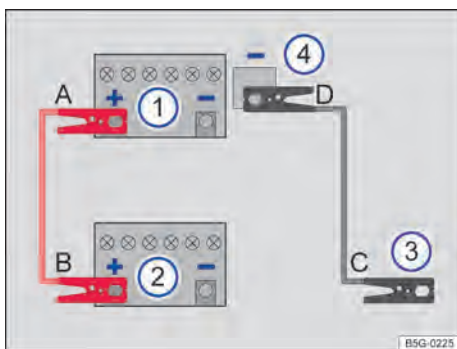
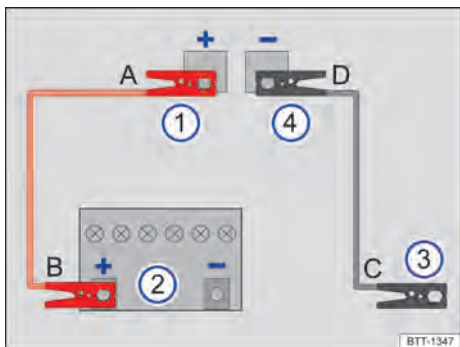

Fig. 247 Esquema para a conexão dos cabos auxiliares de partida (bateria do veículo no compartimento do motor).
Fig. 248 Esquema para a conexão dos cabos auxiliares de partida (bateria do veículo no compartimento de bagagem).
Legenda para Fig. 247 e Fig. 248:
Conectar o cabo auxiliar de partida somente na sequência **A - B - C - D** → Fig. 247.
- Conectar uma extremidade do cabo auxiliar de partida *vermelho* ao polo positivo (+) do veículo com a bateria do veículo descarregada → Fig. 247 ① → ▲.
- Conectar a outra extremidade do cabo auxiliar de partida *vermelho* ao polo positivo (+) da bateria do veículo fornecedora de corrente → Fig. 247 ②.
- Conectar uma extremidade do cabo auxiliar de partida *preto* → Fig. 247 ③, de preferência, num ponto de auxílio à partida (ponto de aterramento), ou então, na argola de reboque dianteira roscada, conectar uma peça metálica maciça firmemente aparafusada com o bloco do motor ou no próprio bloco do motor.
- Conectar a outra extremidade do cabo auxiliar de partida *preto* → Fig. 247 ④ no veículo com a bateria descarregada, de preferência, ao ponto de auxílio à partida (ponto de aterramento) → Página 369 ou então na argola de reboque dianteira aparafusada → Página 372, numa peça metálica maciça firmemente aparafusada com o bloco do motor ou no próprio bloco do motor → ▲.
Conectar o cabo auxiliar de partida somente na sequência **A - B - C - D** → Fig. 248. ▶
- Conectar uma extremidade do cabo auxiliar de partida *vermelho* ao ponto de auxílio à partida (polo positivo) (+) do veículo com a bateria do veículo descarregada → Fig. 248 ① → ⚠.
- Conectar a outra extremidade do cabo auxiliar de partida *vermelho* ao polo positivo (+) da bateria do veículo fornecedora de corrente → Fig. 248 ②.
- Conectar uma extremidade do cabo auxiliar de partida *preto* → Fig. 248 ③, de preferência, num ponto de auxílio à partida (ponto de aterramento), ou então, na argola de reboque dianteira roscada, conectar uma peça metálica maciça firmemente aparafusada com o bloco do motor ou no próprio bloco do motor.
- Conectar a outra extremidade do cabo auxiliar de partida *preto* → Fig. 248 ④ no veículo com a bateria descarregada, de preferência, ao ponto de auxílio à partida (ponto de aterramento) → Página 369 ou então na argola de reboque dianteira aparafusada → Página 372, numa peça metálica maciça firmemente aparafusada com o bloco do motor ou no próprio bloco do motor → ⚠.
- Desconectar o cabo auxiliar de partida com o motor em funcionamento somente na sequência **D – C – B – A** → Fig. 247 ou → Fig. 248.